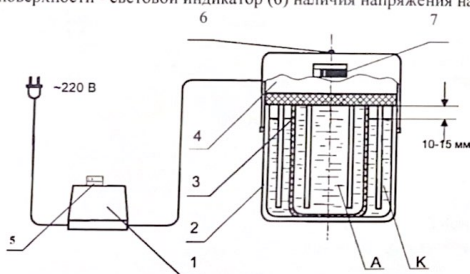

Рис. 1 - Общий вид электроактиватора
4.1 Электроактиватор состоит из четырех основных частей (рис. 1);
- блока питания (1);
- основной ёмкости (2);
- керамического стакана (3), вставляемого в основную ёмкость;
- съёмной верхней крышки (4) с электродами;
напряжения на электродах (6. рис. 1). Убедитесь визуально, что выделение пузырьков газа наблюдается на обоих катодах.